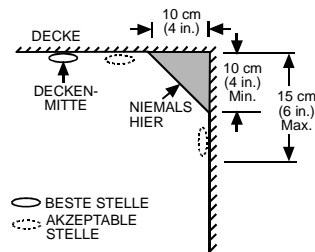

Abb. 8. Empfohlene optimale u. akzeptable Installationsorte für Rauchmelder
- Installieren Sie die Rauchmelder möglichst in der Nähe der Deckenmitte. Wenn dies nicht machbar ist, sollten Sie den Rauchmelder an der Decke mind. 10 cm entfernt von der Wand bzw. Zimmercke anbringen (siehe Abb. 8).
- Wenn die Rauchmelder nicht an den Decken montiert werden können und die örtlichen Vorschriften eine Wandmontage erlauben, sollten Sie sie 10 bis 15 cm von der Decke entfernt an der Wand anbringen (siehe Abb. 8).
- Zonen ohne Luftaustausch befinden sich häufig im oberen Bereich unter Spitzdächern oder in Eckbereichen von Decken und Wänden. Diese können verhindern, dass Rauch dem Rauchmelder erreicht. Empfohlene Installationsorte siehe Abb. 8 und 9.